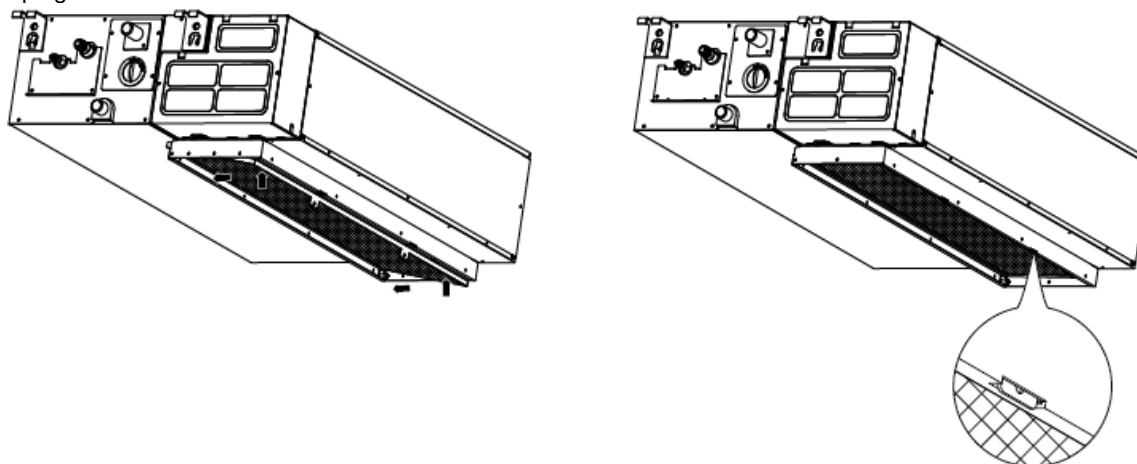

Fig. 5-9
- Asezati bratul de suspendare pe surub. (vezi Fig. 5-9)